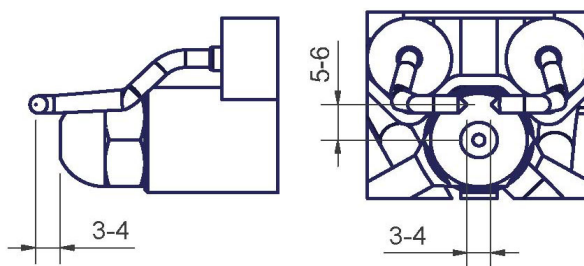

Рис. 36
- Проверить запальные электроды, почистить, отрегулировать и, при необходимости, заменить (см. Рис. 36).